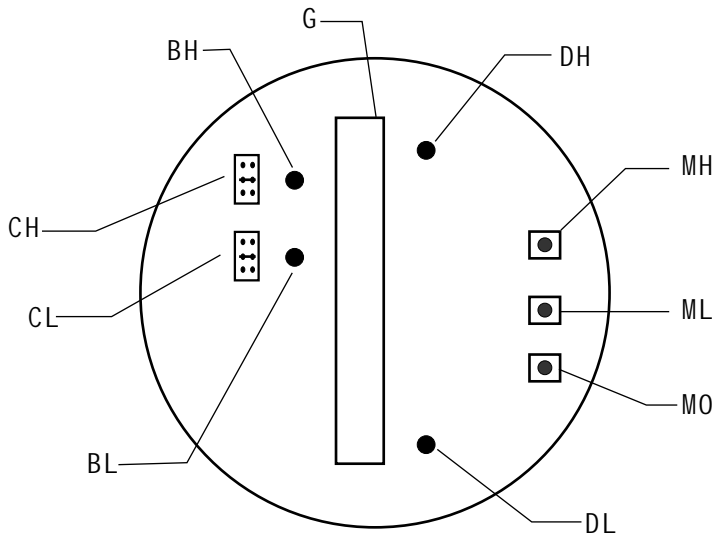

图 6 面板元件分布图
1. 拧下显示盖（有玻璃窗），可见元件分布如图 6，在面板左上方有两组（每组三位）针排插座（见图6中CH、CL），面板上已印有针排对应的百分数。